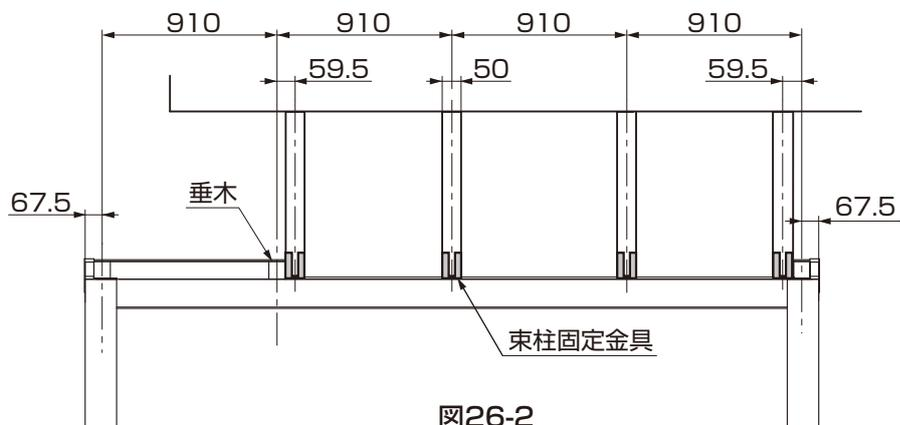
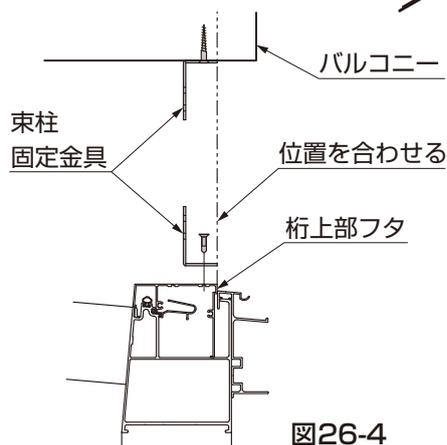

図26-2
図26-4
- ① 束柱固定金具を桁上部フタに【25-2】で取付けてください。(図26-2、図26-4参照)